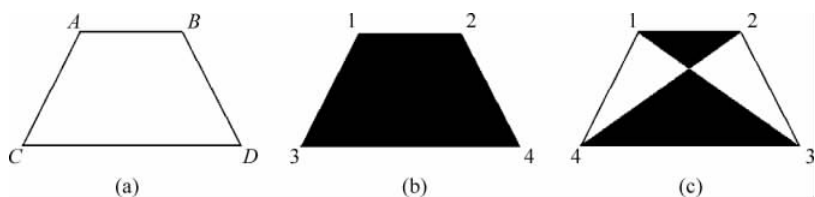

图 3.15 区域填充
【例 3.10】 填充如图 3.15(a)所示的梯形区域。
得到如图 3.15(b)所示的填充区域图形。
(1) 注意第 3、4 点的选取次序。上例中,若先选取 D 点作为第 3 点, C 点作为第 4 点,填充的效果就不会相同,如图 3.15(c)所示。